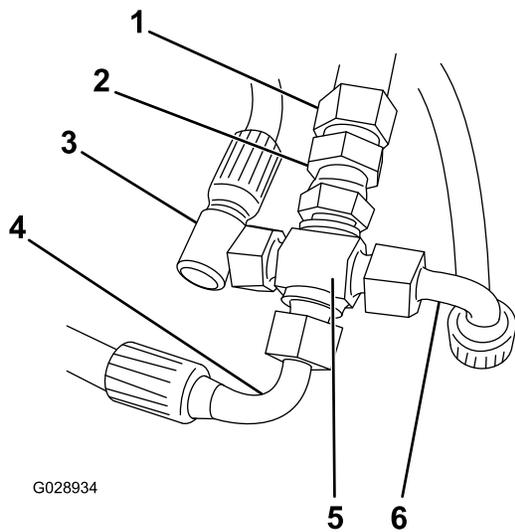

図 2
- 1/4 インチのクロスアダプタに、1/4 インチから 3/8 インチへの変換アダプタを取り付ける (図 2)。
6. アダプタに、新しい3/8インチホースを取り付ける (図 2)。
7. ステップ 3 で外したホースを 図 2 のようにクロスアダプタに接続する。